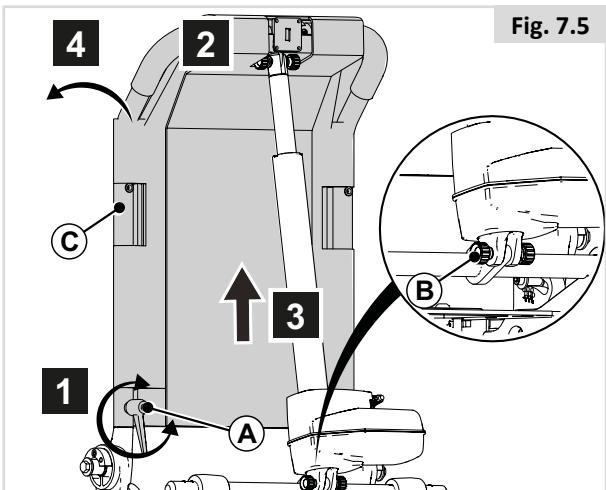

Fig. 7.5
7.4 Sådan slås det tilbagelænende ryglæn ned (Fig. 7.5)